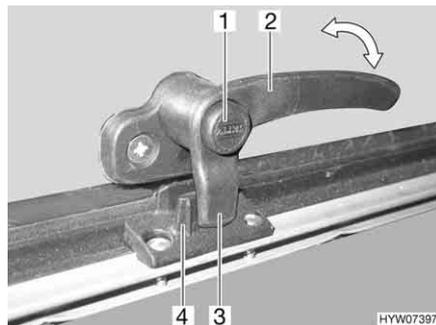
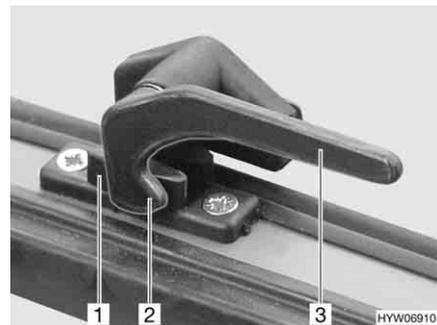

Bild 97 Verriegelungshebel mit Sicherungsknopf in Stellung "geschlossen"
Bild 98 Verriegelungshebel in Stellung "geschlossen"
- Wenn vorhanden, Sicherungsknopf (Bild 97, 1) drücken und gedrückt halten.
- Den Verriegelungshebel (Bild 97, 2 oder Bild 98, 3) eine viertel Umdrehung zur Fenstermitte hin drehen.
- Wenn vorhanden, Sicherungsknopf (Bild 97,1) drücken und gedrückt halten.
- Den Verriegelungshebel (Bild 97,2 oder Bild 98,3) eine viertel Umdrehung zum Fensterrahmen hin drehen. Die Verriegelungsnase (Bild 97,3 oder Bild 98,2) am Verriegelungshebel liegt komplett auf der Innenseite der Fensterverriegelung (Bild 97,4 oder Bild 98,1).
- in Stellung "fest verschlossen" (Bild 97 und Bild 98)